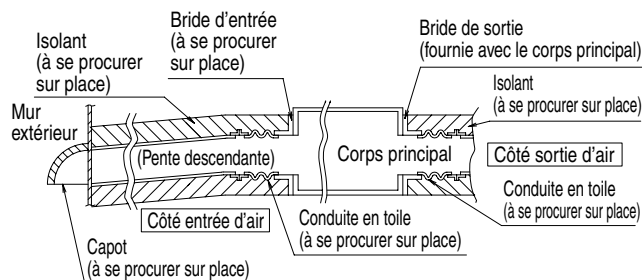

Fig. 14
- Raccordez la conduite (à se procurer sur place) comme indiqué ci-dessous. (**Reportez-vous à la Fig. 14**)